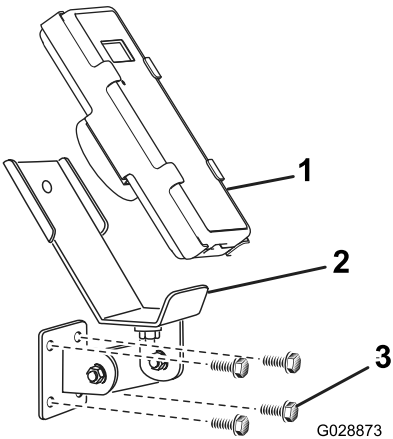
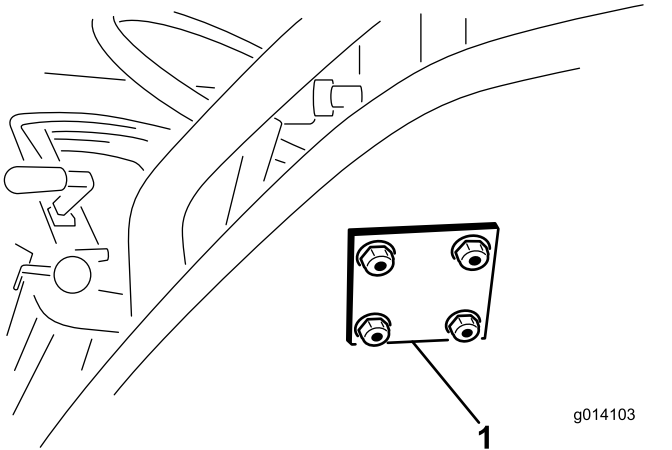

Figura 14
Figura 15
- Sujete el soporte de montaje y la chapa de refuerzo con 4 pernos con arandela prensada (5/16" x 1½") y contratuercas con arandela prensada (Figura 14 y Figura 15).